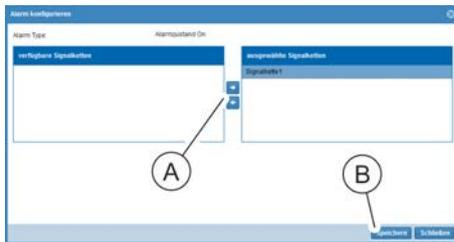

Abb. 168: Fenster "Alarm konfigurieren"
5. Im Fenster "Alarm konfigurieren" eine Signalkette auswählen und über die Schaltfläche „→“ (Abb. 168/Ⓐ) ins Feld „ausgewählte Signalketten“ schieben. Auswahl über die Schaltfläche „Speichern“ (Abb. 168/Ⓑ) bestätigen.